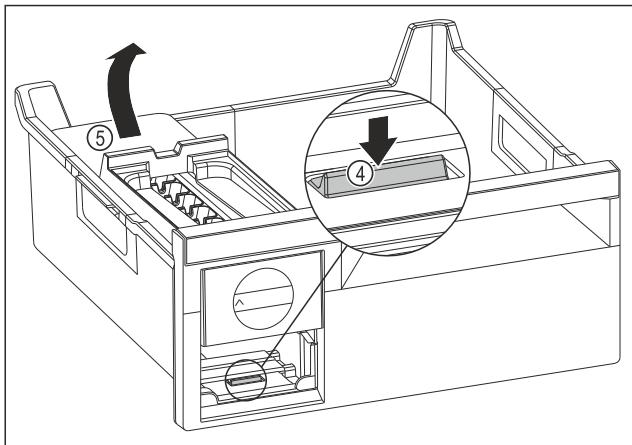

Fig. 76
- Вийняти корпус EasyTwist-Ice: натиснути накладку Fig. 76 (4) пальцем вниз і одночасно підняти корпус EasyTwist-Ice Fig. 76 (5) ззаду іншою рукою.